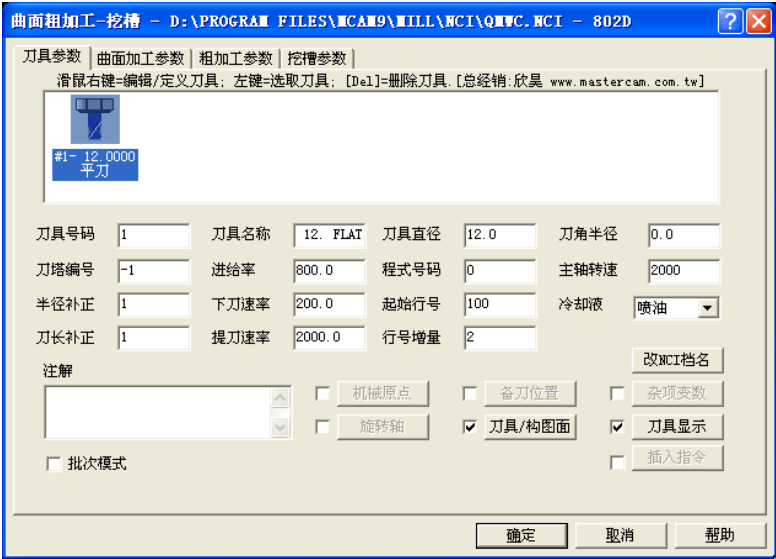

图 1-45 曲面挖槽粗加工刀具参数
3) 单击“刀具路径”“曲面加工”“粗加工”“挖槽粗加工”, 选择“所有的曲面”, 单击“执行”, 弹出“曲面粗加工—挖槽”对话框, 从刀库中选择直径为 12mm 的平刀, 输入进给率: 800.0、下刀速率: 200.0、提刀速率: 2000.0、主轴转速: 2000, 冷却液: 喷油, 如图 1-45 所示。